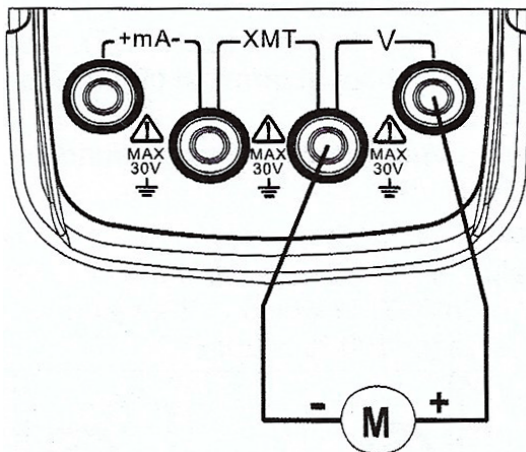

Figura 5-1
1. Insira a ponta de prova no conector V do terminal de saída do medidor (OUTPUT) e conecte a outra extremidade com o terminal de entrada do medidor do usuário, consulte a Figura 5-1: